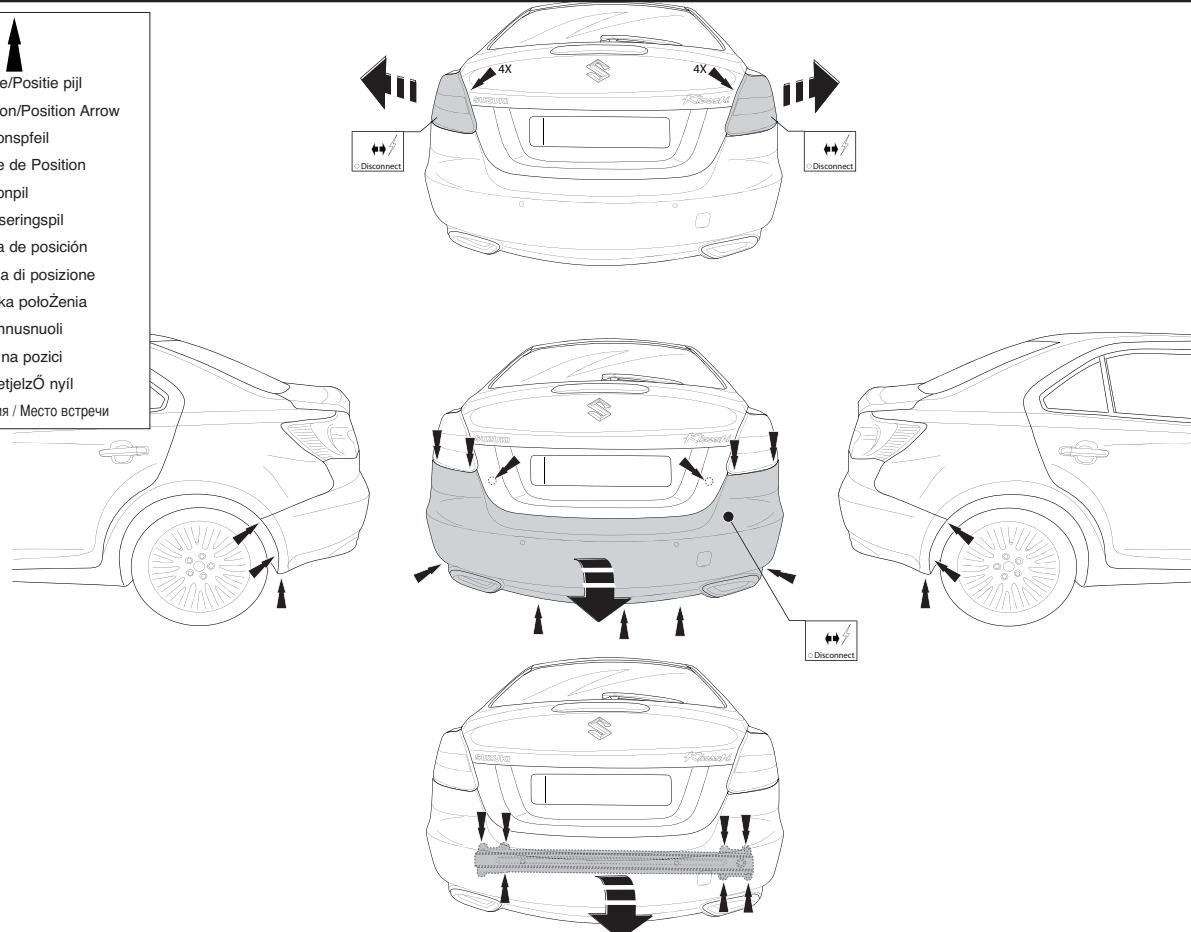

Fig.1
2. Снять бампер вместе со стальным буферным бруском автомобиля; буферный брус больше не понадобится. Поставить болты нарисунке. См. рисунок 1.